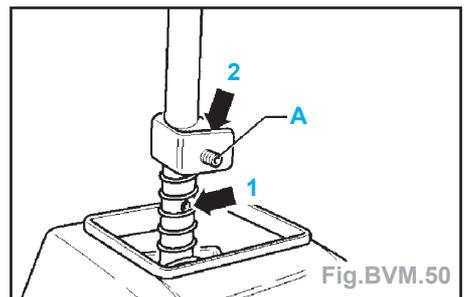

Fig.BVM.50
- Ajuster la butée de telle manière que la goupille fileté (A) se trouve dans le chanfrein du levier de vitesses (flèche 1). Le côté chanfreiné de la butée (flèche 2) est orienté vers le pommeau (Fig.BVM.50).